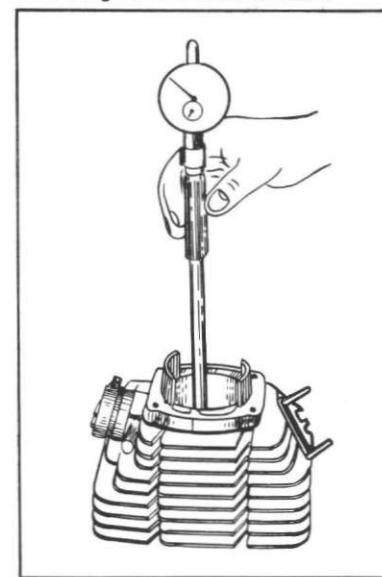

Fig. 4-3-6
- 2) The minimum allowable clearance between the piston and the cylinder is 0.040 ~ 0.045 mm. (0.016 ~ 0.0018 in.) (Fig. 4-3-6)
- 2) Le jeu minimum admissible entre le piston et le cylindre vaut 0,040 ~ 0,045 mm (Fig. 4-3-6)
- 2) Das minimal zulässige Spiel zwischen Kolben und Zylinder beträgt 0,040 ~ 0,045 mm. (Abb. 4-3-6)